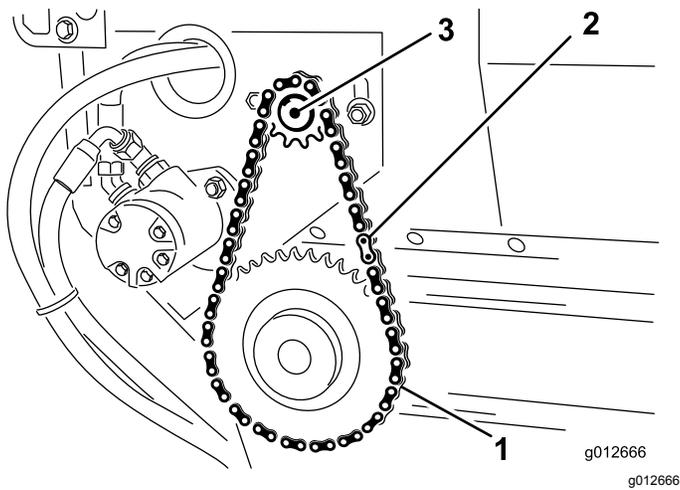

图24
2. 从链条上卸下主链环并从小链轮上取下链条 图24。如果需要请拧紧马达安装螺栓以卸除主链环。